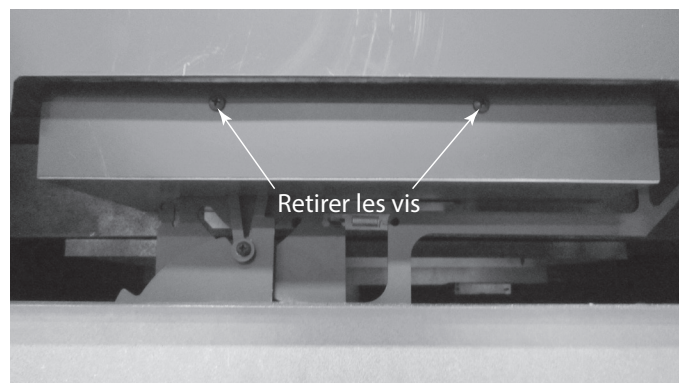
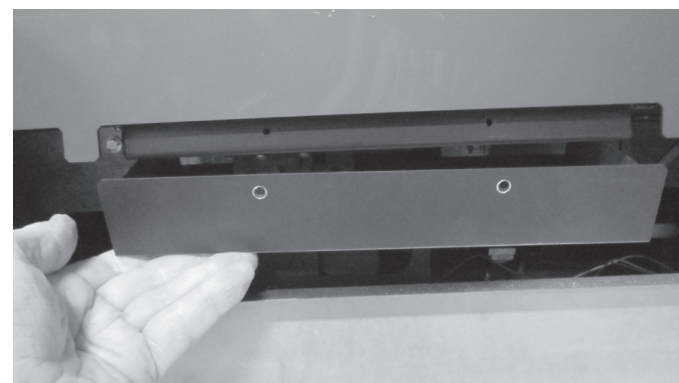

Figure 4.15 Retrait des vis sur le couvercle de la chambre à air
Figure 4.16 Retrait du couvercle de la chambre à air
2. Retirez les deux (2) vis du couvercle de la chambre à air. Voir la figure 4.15. Tirez-le vers le bas et retirez-le. Voir la Figure 4.16.